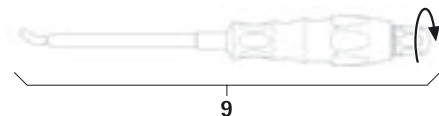

Fig. 13
- Montare lo strumento inseritore per barre **9**, vedere Fig. 13.